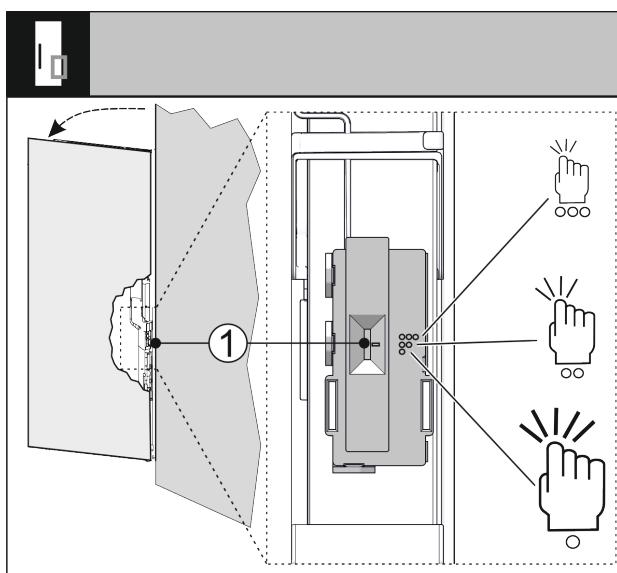

Fig. 34
Отрегулируйте чувствительность сигнала стука при помощи переключателя Fig. 34 (1). Переключатель находится со стороны петель на нижней трети двери.
- Установите переключатель Fig. 34 (1) в нужное положение.